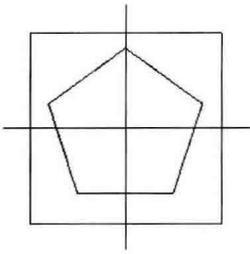

图 2.1.2 F9 键打开坐标系
(1) 图形的导入 打开已绘制好的图形→按 F9 键打开坐标系，观察原点位置（如图 2.1.2 F9 键打开坐标系），然后再按 F9 键关闭。